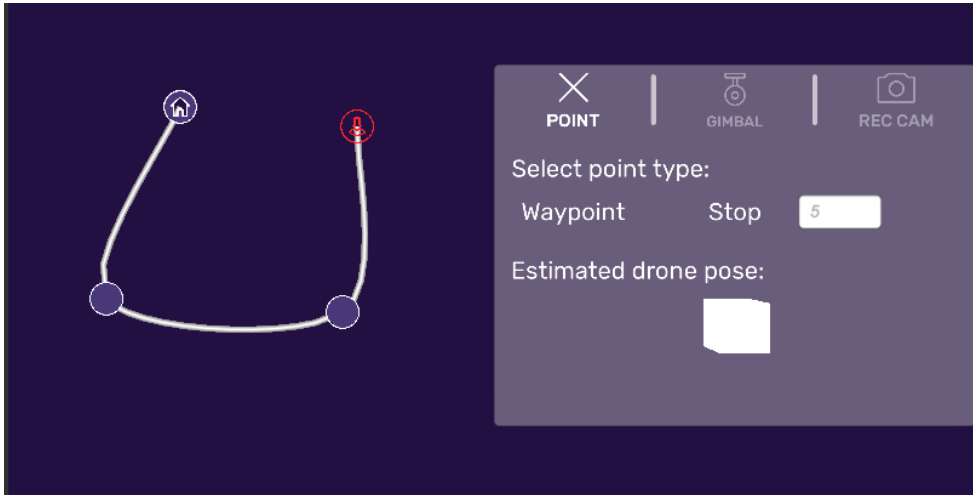

Figura 30. Edición de un punto clave de tipo Stop. La pestaña Point también se selecciona.
- d. **Punto de detención.** El dron no se mueve de ese punto clave durante una cantidad de tiempo establecido por el usuario. Si el atributo Stop está vacío, el dron no se detiene y sigue con el plan. Éste es un punto común. Si el atributo Stop tiene un valor, el dron se detiene en ese punto durante la cantidad de segundos indicados. Véase la siguiente figura 30.